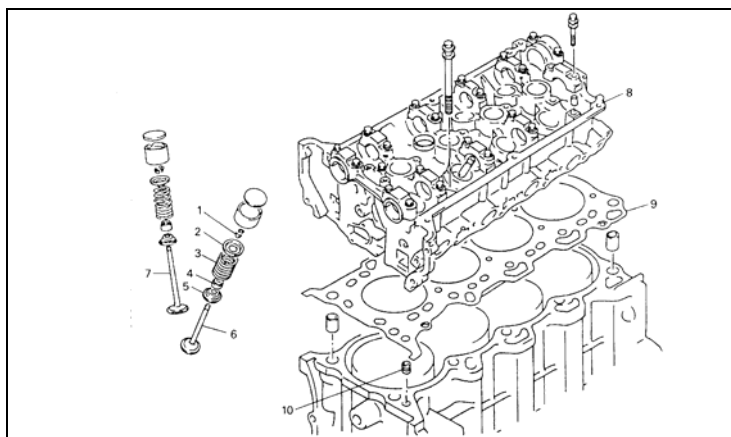

Рис. 4-52.
**\* Крышка клапанов и блока цилиндров (Рис. 4-52).**